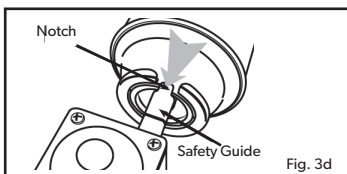

Fig. 3d
- Podłączyć wkład w pozycji poziomej i upewnić się, że wycięcie jest w jednej linii z przewodnicą bezpieczeństwa (jak pokazano na Rys. 3d).